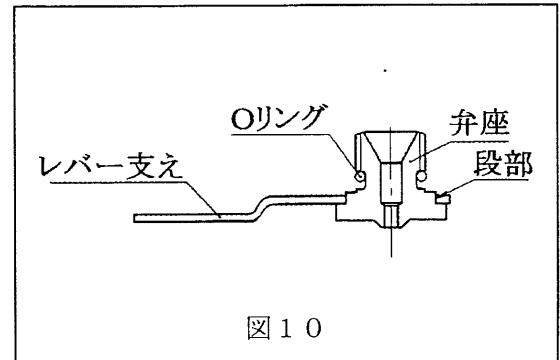

図10
弁座を分解する必要は殆どありませんが、分解する場合は14平のボックススパナを使用すると、簡単にねじ外せます。ソケット⑬にねじ込む場合は、図10のように弁座の段部がレバー支えの穴にはまるように組み付けて下さい。